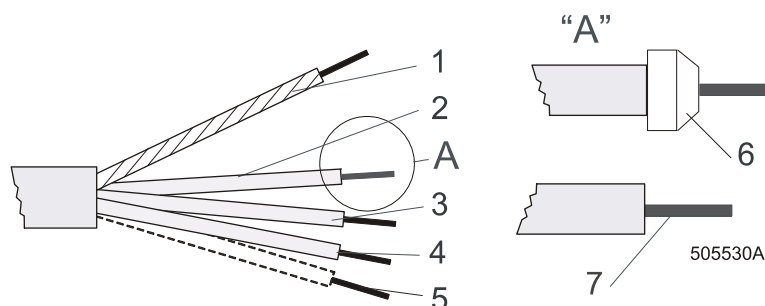
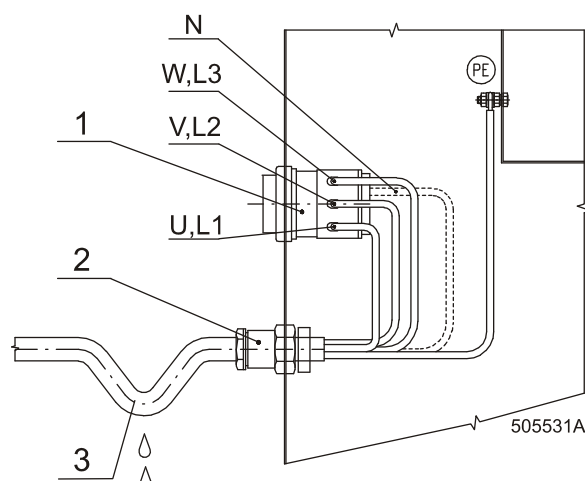

Fig.24 Matarkabelns ledare
Fig. 25 Anslutning av nätspänning
- Skala av enskilda ledare enligt fig. 24.
- Montera kabeländar (6) för (L2/V), (L3/W), (N) på avskalade ledare. Se till att ingen slumpmässig kontakt kan inträffa eftersom matarkabel kan stanna under spänningen även om huvudströmbrytare är avstängd.
- Anslut matarkabelns ledaren till kabelsvans (huvudströmbrytare (1)) märkt med L1/U, (L2/V), (L3/W), (N), och till plint (skruv i koppar) PE-märkt, se fig. 25.
- Häng slappt på kabel innan du drar in kabel genom förskruvningen. Detta gör att kondenserade vatten droppar in i maskin, se fig. 25.